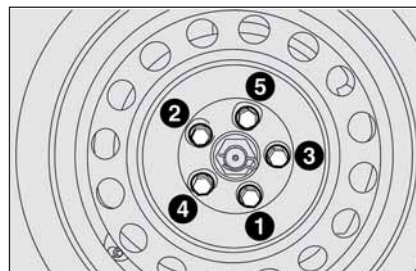

fig. 9
- en se servant de la clé fournie, visser à fond les boulons, en passant alternativement d'un boulon à un autre diamétralement opposé, suivant l'ordre numérique illustré sur la **fig. 9**.